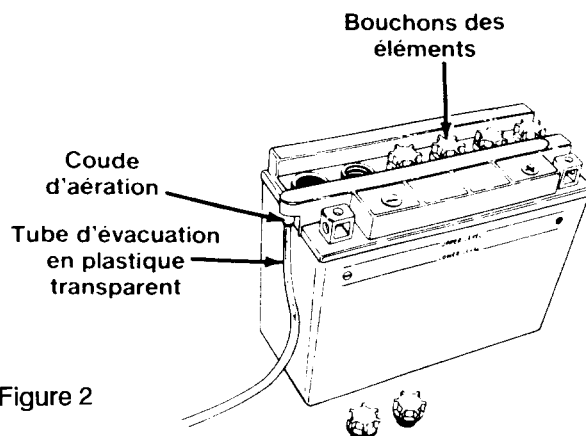

Figure 2
4. Avec un tournevis, enlevez les six capuchons de remplissage du dessus de la batterie. Voir figure 2.